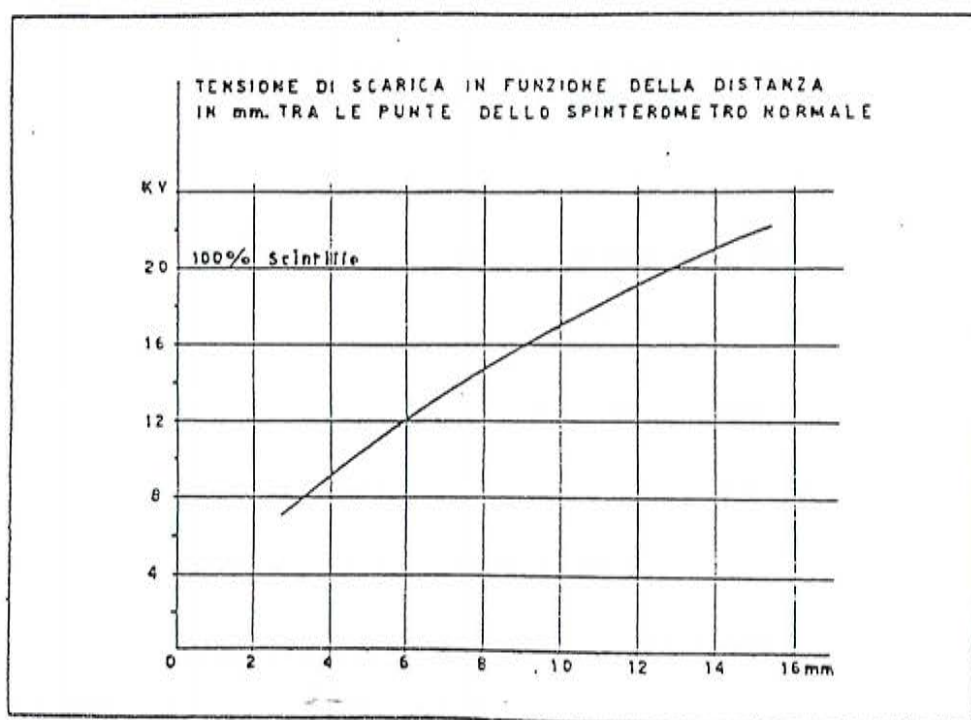

Fig. 70 - Diagramma della tensione di scarica
- Un circuito A.T. comprendente: lo spinterometro a 3^a punta ionizzatrice. Per la tensione di scarica dello spinterometro in funzione della distanza esplosiva vedere la fig. 70 riportata a termine del presente paragrafo.